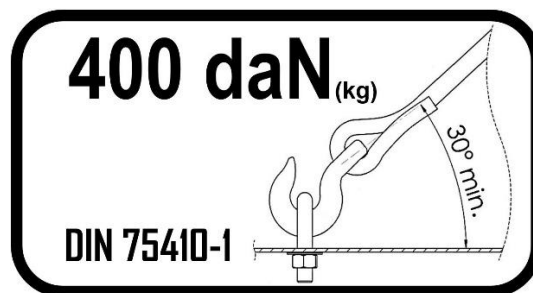

Figure 2. Les règles de chargement des anneaux d'amarrage
- ✓ Le chargement doit être sécurisé contre le déplacement. Si la fixation est effectuée à l'aide de anneaux d'amarrage, il est nécessaire de respecter les règles présentées sur la figure 2. La charge sur l'anneau ne doit pas dépasser 400 kg pour les véhicules dont le PTAC est inférieur ou égal à 3,5 tonnes.